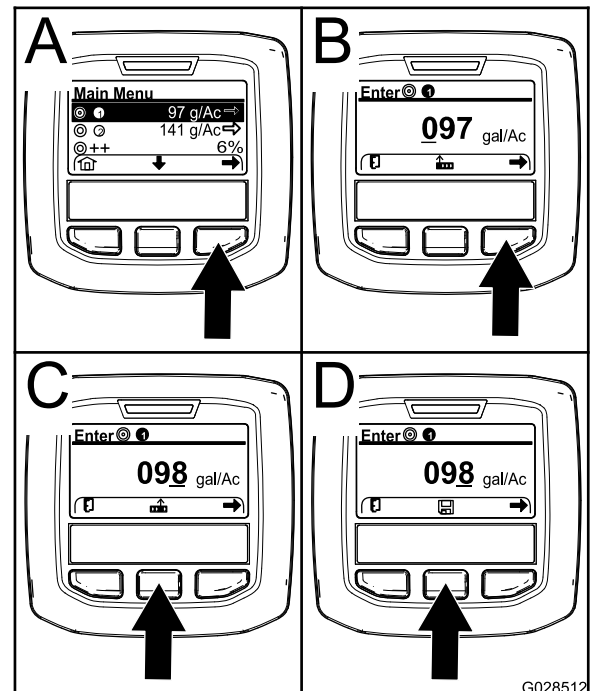

Figure 66
- Au besoin, appuyez sur le bouton de sélection central pour mettre en surbrillance le débit d'application du programme 1 (Figure 66).